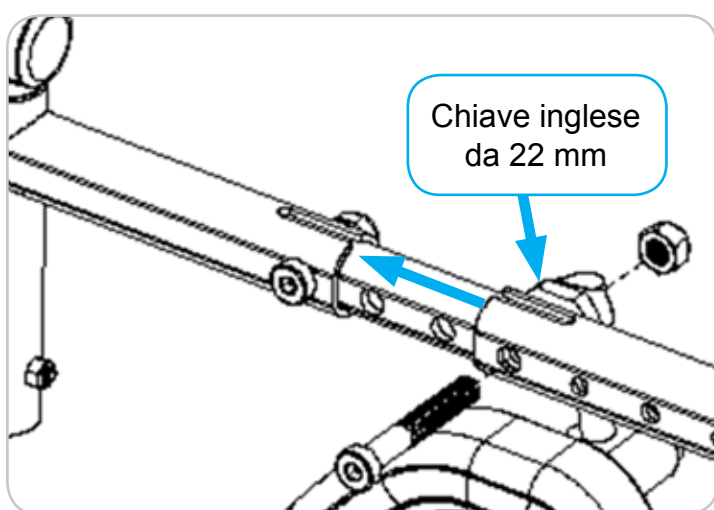

Figura 21
6. Se si desidera ottenere una maggiore profondità, rimuovere gli elementi di fissaggio indicati in Figura 21. È possibile utilizzare una chiave inglese da 22 mm per tenere il dado all'interno dell'asta tubolare.